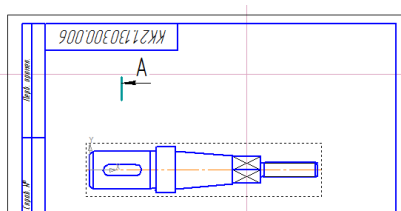

Рис. 35
**прямая**  и провести ее через центр диагоналей, затем там же выбрать **Горизонтальная прямая** и провести ее выше изображения (см. рис. 35).